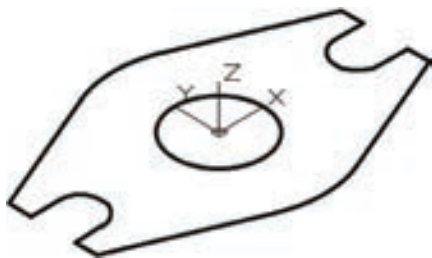

图 10-4 使用西南等轴测
5) 使用西南等轴测视角视图。从“视图”面板的“三维导航”下拉列表框中选择“西南等轴测”选项，或者在“视图”菜单中选择“三维视图”→“西南等轴测”命令。此时，图形的显示效果如图 10-4 所示。